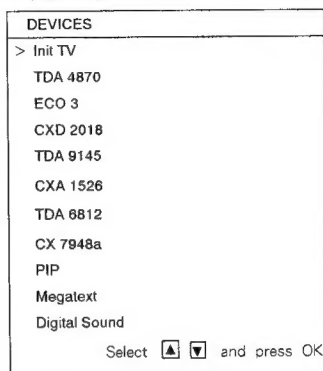

Fig. 2-5
6. Il menu della fig. 2-5 appare sullo schermo. Selezionare DEVICE a seconda della regolazione dell'elemento dalla tabella alla pagina seguente.